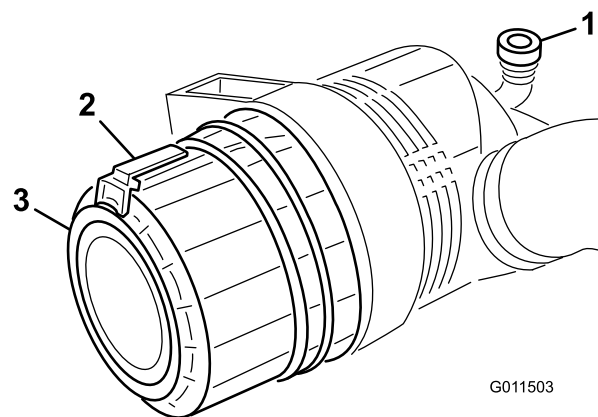

Figura 50
Revisionate l'elemento filtrante dell'aria soltanto quando la spia è rossa, (Figura 50) oppure ogni 400 ore (più spesso in ambienti molto polverosi o inquinati). Non revisionate troppo il filtro dell'aria.
1. Tirate il fermo verso l'esterno e ruotate il coperchio del filtro in senso antiorario. Staccate il coperchio dal corpo (Figura 50). Pulite la parte interna del coperchio.
6. Se la spia (Figura 50) è rossa, resettatela.